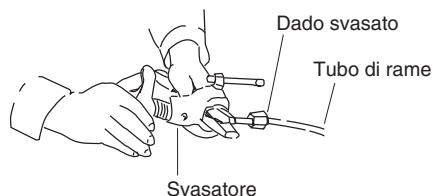

Fig. 5-3
- (3) Rimuovere il dado svasato dall'unità e non mancare di montarlo sul tubo di rame.
- (4) Svasare l'estremità del tubo di rame con l'utensile apposito. (Fig. 5-3)